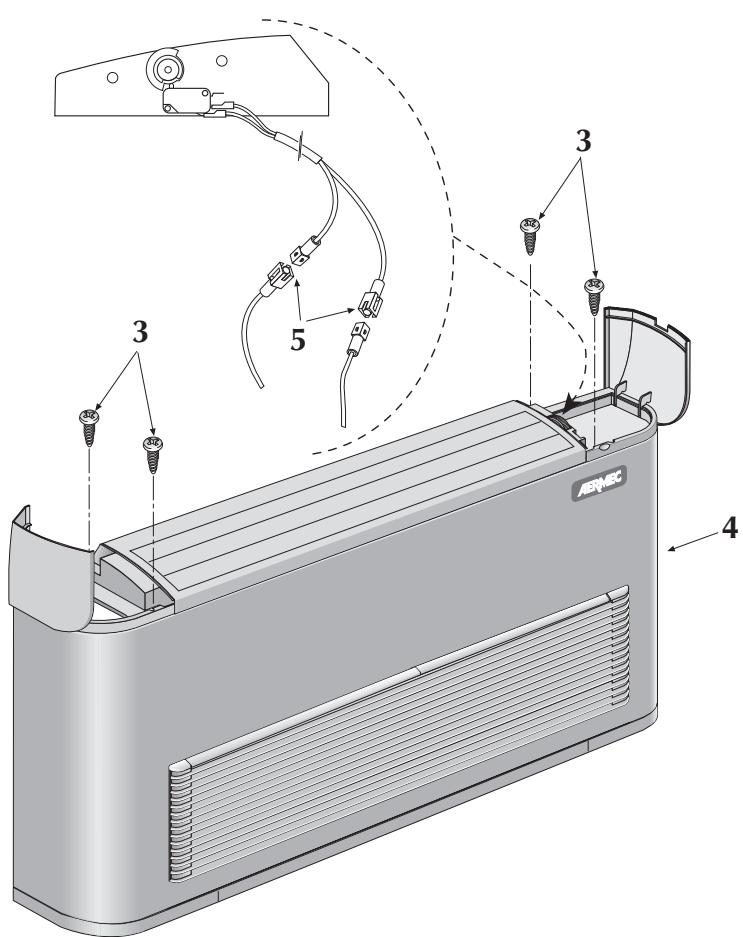
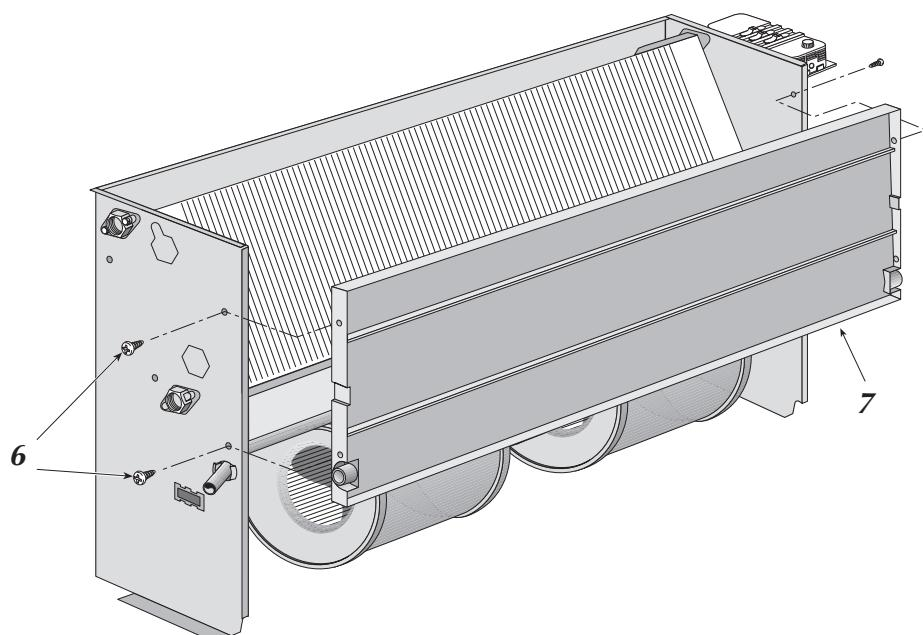

Fig. 2
Fig. 3
per versione FCX - U togliere le quattro viti (3 fig. 2) che fissano il mantello al frutto e sfilare il mantello di copertura (4) avendo cura prima di staccare, se necessario, i connettori elettrici (5) del microinterruttore consenso ventilatore, e, se presente, la sonda di temperatura ambiente. Togliere le viti (6 fig.3) (o i rivetti per i modelli FCX 62U, 82U, 102U) ed estrarre la bacinella raccogli condensa (7).
FCX - U version: remove the four screws (3 fig. 2) securing the cover to the contact block, then slide out the cover (4) after having disconnected the electrical connectors (5) of the fan microswitch and the ambient temperature sensor (if present). Remove the screws (6 fig. 3) (or rivets in the case of FCX 62U, 82U, 102U models), then pull out the condensate tray (7).
pour version FCX - U, retirer les quatre vis (3 fig. 2) fixant la carrosserie au châssis et ôter la carrosserie (4) en ayant soin de débrancher d'abord, si nécessaire, les connecteurs électriques (5) du micro-interrupteur de validation du ventilateur et la sonde de température ambiante si elle est présente. Retirer les vis (6 fig. 3) ou les rivets pour les modèles FCX 62U, 82U, 102P et retirer le bac de récupération de la condensation (7);
bei Version FCX - U die vier Schrauben lösen (3 Abb. 2), die die Abdeckplatte an der Anschlußhalterung befestigen und die Abdeckplatte (4) herausziehen. Falls erforderlich, zuvor die elektrischen Verbinder (5) des Mikroschalters für die Ventilatorzustimmung trennen und den Raumtemperaturfühler (falls vorhanden). Die Schrauben (6 Abb. 3) oder die Nietbolzen bei den Modellen FCX 62U, 82U, 102U lösen und die Kondensatauffangschale (7) herausnehmen.